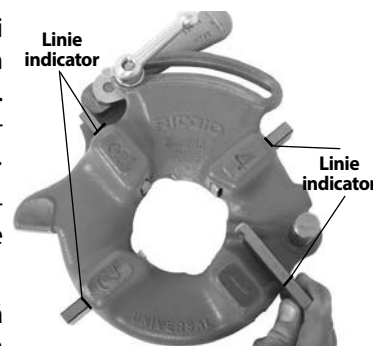

Figura 8 – Inserare filiere
4. Ridicați limba șaibei afară din fanta din bara de dimensiuni. Mișcați piulița la capătul fantei (Figura 8).
6. Inserați cuțitele-filieră corespunzătoare în capul-filieră, cu marginea numerotată în sus, până când linia indicatorului este la nivel cu muchia capului (vezi Figura 8). Numerele de pe cuțitele-filieră trebuie să corespundă cu cele de pe fantele capului-filieră. Întotdeauna schimbați cuțitele-filieră ca seturi – nu amestecați cuțitele-filieră din diferite seturi.